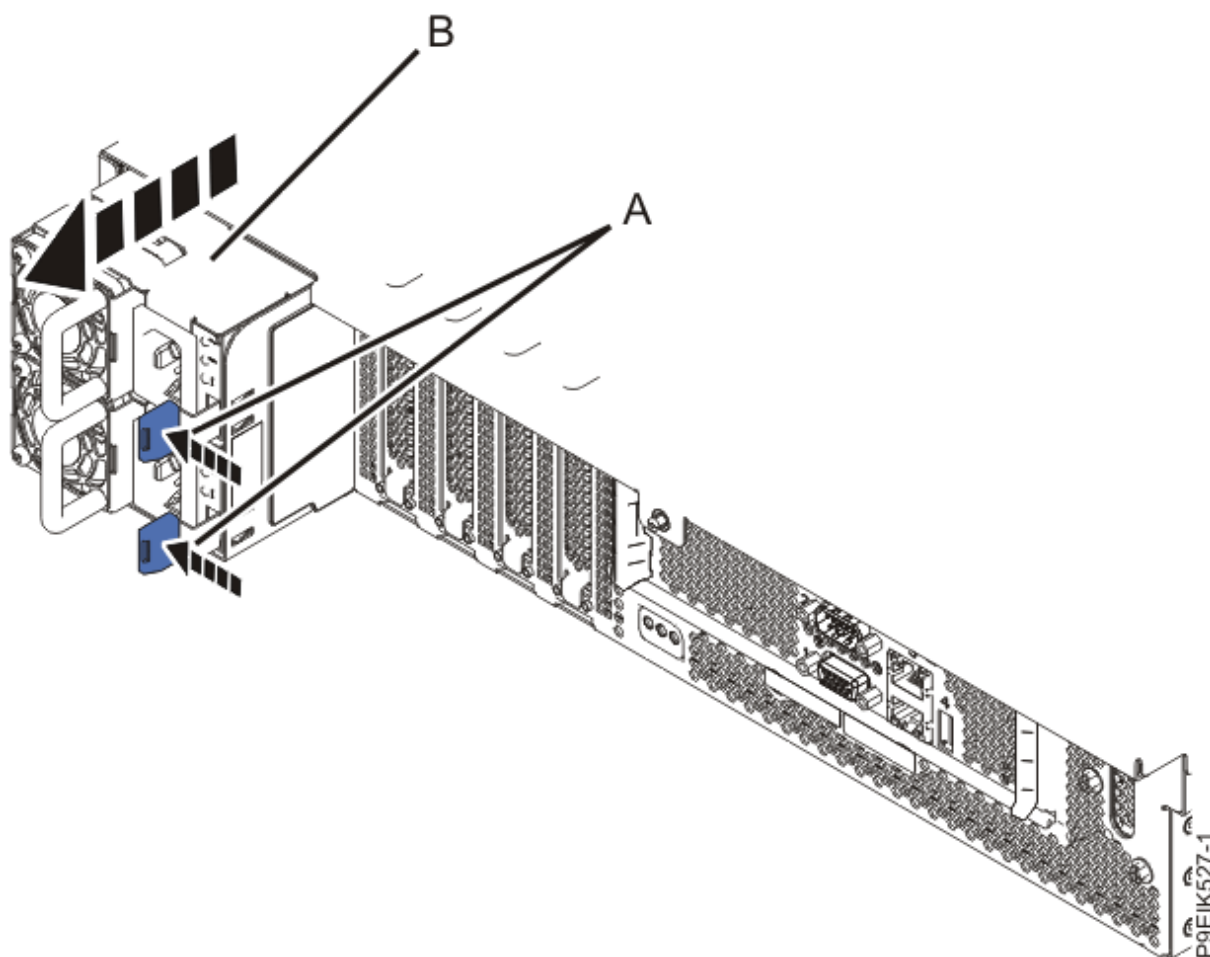

Figura 178. Extracción de las fuentes de alimentación del sistema
5. Quite las fuentes de alimentación del sistema, tal como se muestra en la Figura 178 en la página 199.